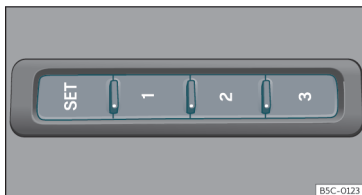

Fig. 109 En el lateral exterior del asiento del conductor: teclas de memoria.
- Pulse la tecla **SET** durante más de 1 segundo » **fig. 109**.
- Mantenga pulsada la tecla **SET** »» fig. 109.